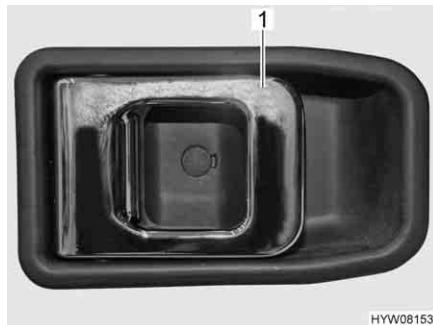

Fig. 31 Serratura della porta (porta di ingresso, lato interno)
*Apertura:* ■ Tirare la maniglia (Fig. 31,1). La serratura della porta si sblocca.
*Bloccaggio:* ■ Premere la maniglia (Fig. 31,1). La serratura della porta è bloccata.